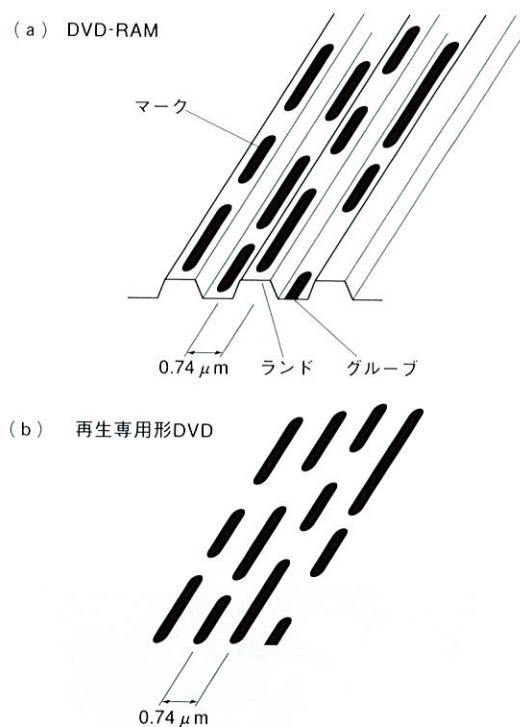

図10. PWM記録を用いたランド/グループ記録方式 再生専用形DVDとトラックピッチが等しい。
- (3) 記録はこれまで溝（グループ）だけに行っていたが、DVD-RAMでは記録を溝間（ランド）と溝（グループ）とのいずれにも行うランド/グループ記録方式を新たに採用した。ランドとグループ双方を記録トラックとして使用することで問題となりかねない再生時の信号クロストークは、相変化記録膜の膜厚制御により抑制されている。ランド/グループ記録方式の採用とレーザーダイオードの短波長化とを合わせて、トラック方向記録密度を20%（当社比）向上させ、再生専用形DVDと同じトラックピッチ0.74μmを実現している。図10にランド/グループ記録方式を示す。